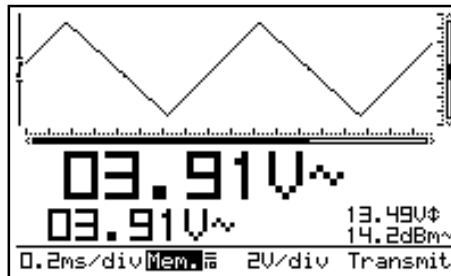

Fig 53
„Transmit“ (2) is displayed briefly during the file transmit. (Fig.53)
„Transmit“ (2) zal tijdelijk verschijnen tijdens het doorsturen van het bestand. (Fig.53)
“Transmit” (2) s'affiche brièvement pendant la transmission du fichier. (Fig.53)
„Transmit“ (1) erscheint zeitlich während des Sendens vom Bestand. (Abb.53)